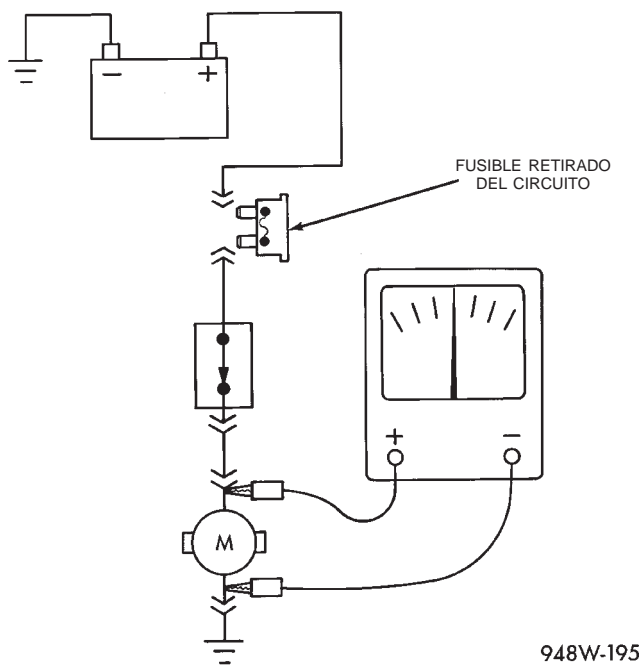

Fig. 7 Comprobación de continuidad
- (1) Retire el fusible del circuito que está siendo verificado o desconecte la batería.
- (2) Conecte un conductor del ohmímetro a un polo del circuito que está siendo verificado (Fig. 7).